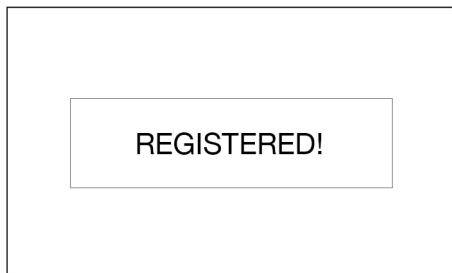

Fig. 14
6. Cuando la válvula dispensadora con medidor se registra con el software de Pulse Fluid Management, aparece REGISTERED (Registrada) en la pantalla (Fig. 14). A continuación, aparece la pantalla del menú de configuración (SET-UP).